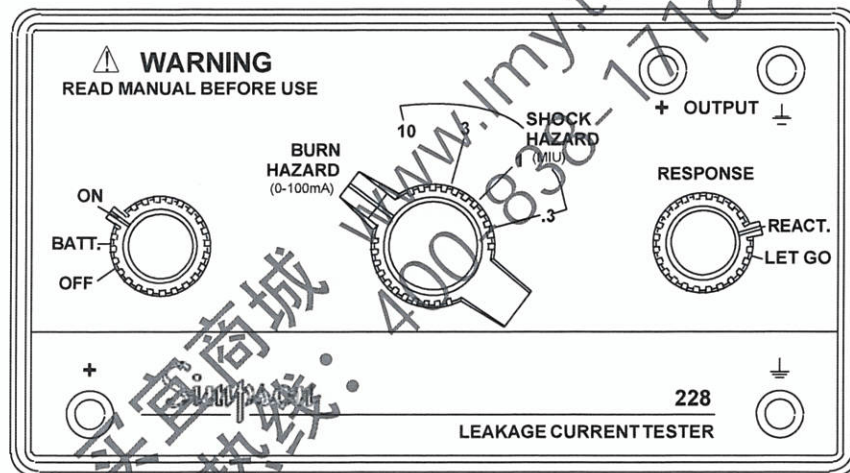

图9
1. 将功能选择开关调至“灼伤危险”（见下图9）
4. 将功能选择开关调至“电灼伤危险”（见15页图9）。